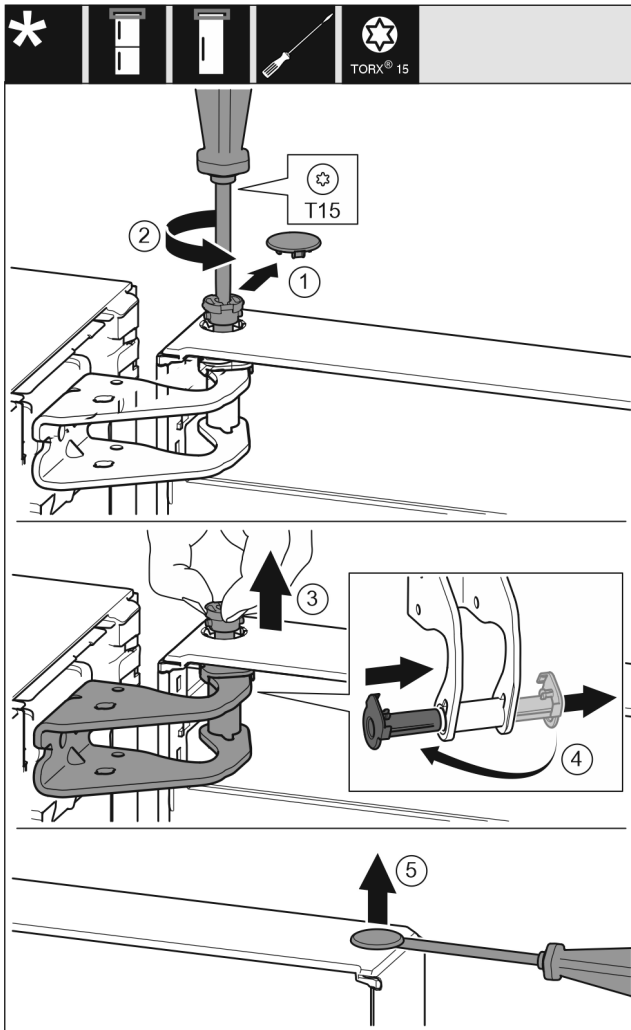

Fig. 13
- ▶ 小心拆下安全盖。 Fig. 13 (1)
- ▶ 用 T15 螺丝刀拧下一枚螺栓。 Fig. 13 (2)
- ▶ 抓紧门并用手指拔出螺栓。 Fig. 13 (3)
- ▶ 将轴衬从导向装置拉出。从另一边装入并卡到位。 Fig. 13 (4)
- ▶ 用带槽螺丝刀小心地从门轴衬上提起堵头并将其拉出。 Fig. 13 (5)